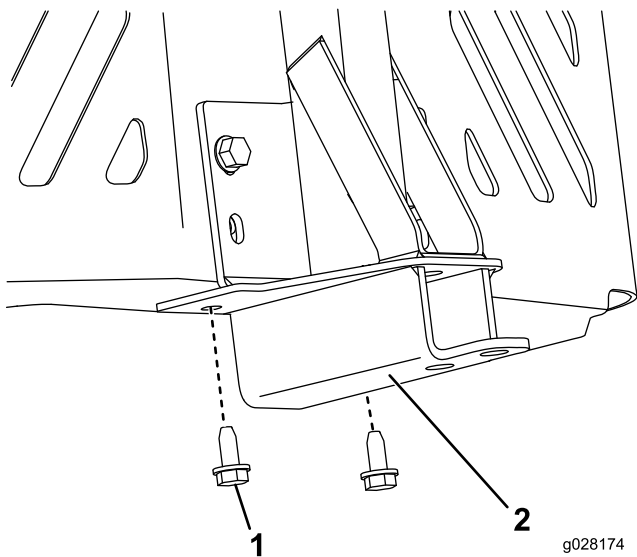

Figure 3
3. Fixez le cadre pivotant au bas du cadre de la machine en insérant par dessous 2 vis autotaraudeuses (5/16 x 3/4 po), comme montré à la Figure 3.